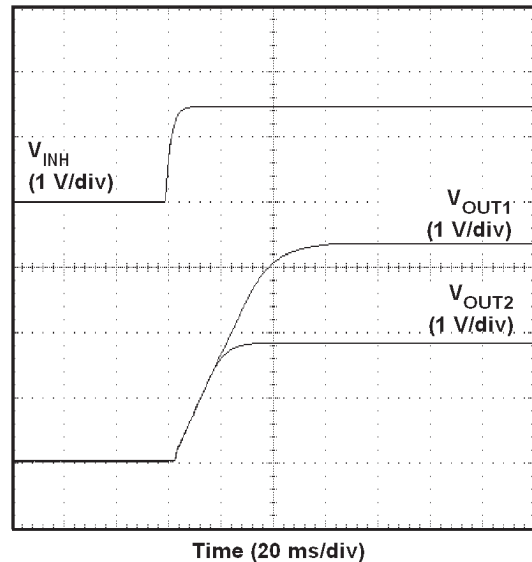

図 40. 同時トラッキング波形
電源シーケンシングを実装できます。図40に、2個のTPS84620デバイスの同時パワーオン波形を示します。式 (2) および式 (3) を使用して、R1およびR2の値を計算します。